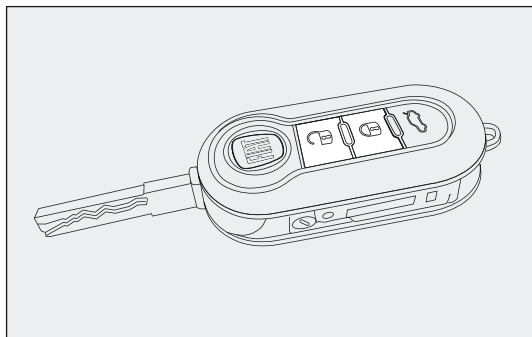
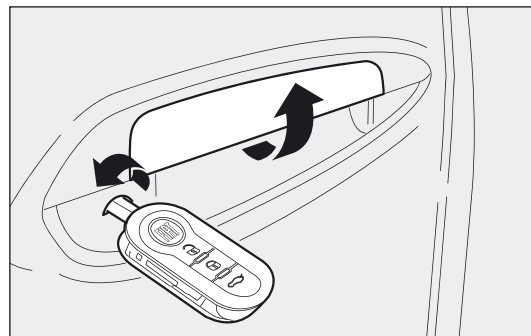
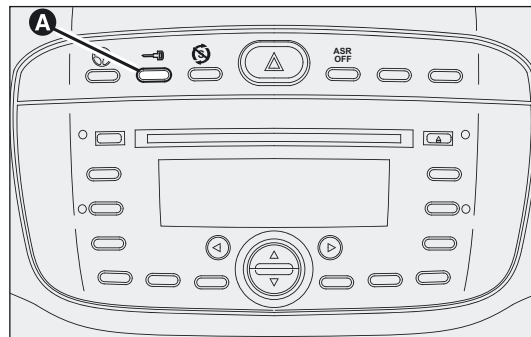

fig. 85
fig. 86
fig. 87
Druk bij gesloten portieren op de knop  op de afstandsbediening fig. 85 of steek de metalen baard in het slot van het bestuurdersportier en draai de sleutel rechtsom fig. 86. Als de portieren zijn vergrendeld, brandt het lampje op de knop A-fig. 87 één keer. Alleen als alle portieren gesloten zijn, wordt de portiervergrendeling ingeschakeld. Als een of meerdere portieren niet vergrendeld zijn na het indrukken van de knop  op de afstandsbediening fig. 85, gaan de richtingaanwijzers en het lampje op de knop A-fig. 87 ongeveer 3 seconden snel knipperen.
Als een of meerdere portieren niet vergrendeld zijn nadat de metalen nood sleutel in het slot is gedraaid, gaat alleen het lampje op de knop A-fig. 87 ongeveer 3 seconden snel knipperen. Als de portieren zijn gesloten en de achterklep open is, worden de portieren vergrendeld: de richtingaanwijzers (alleen na vergrendeling door op de knop  fig. 85 te drukken) en het lampje op de knop A-fig. 87 gaan ongeveer 3 seconden snel knipperen.
Bij ingeschakelde functie kunt u de sloten van de andere portieren ontgrendelen door de knop A-fig. 87 op de middenconsole in te drukken.
Als u de knop  op de afstandsbediening fig. 85 twee keer kort indrukt, schakelt het dead lock-systeem in (zie de paragraaf “Dead lock-systeem”).
Druk kort op de knop  fig. 85 voor het op afstand ontgrendelen van de portieren. Gelijktijdig wordt de plafondverlichting tijdelijk ingeschakeld en knipperen de richtingaanwijzers twee keer. Of steek de metalen baard in het slot van het bestuurdersportier en draai de sleutel linksom zoals afgebeeld in fig. 86.
Druk op de knop A-fig. 87 om alle portieren te ver-/ontgrendelen. De knop is voorzien van een lampje dat de status aangeeft (portieren ver- of ontgrendeld). Als de portieren vergrendeld zijn, brandt het lampje op de knop; als de knop wordt ingedrukt, worden alle portieren ontgrendeld en dooft het lampje. Als de portieren zijn ontgrendeld, is het lampje gedoofd; als de knop wordt ingedrukt, worden alle portieren vergrendeld. Alleen als alle portieren goed gesloten zijn, wordt de portiervergrendeling uitgevoerd.
kunt u de portieren niet meer ontgrendelen met de knop A-fig. 87 op het schakelaarpaneel op het dashboard.
- ☐ ont-/vergrendelknop A-fig. 87;
Het systeem schakelt op alle portieren automatisch in als de knop  op de sleutel met afstandsbediening fig. 85 twee keer snel wordt ingedrukt.
Als het systeem is ingeschakeld, knipperen de richtingaanwijzers 3 keer en knippert het lampje op de knop A-fig. 87 op het schakelaarpaneel op het dashboard.